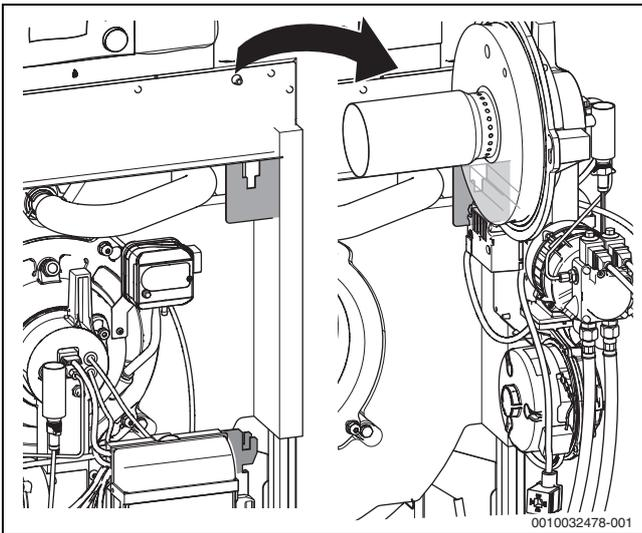

Bild 75 Brenner komplett in Serviceposition 1
- ▶ Brenner komplett herausnehmen und in Serviceposition einhängen (→Bild 75).
- ▶ Brenner kpl. herausnehmen und in Serviceposition einhängen (→Bild 75).